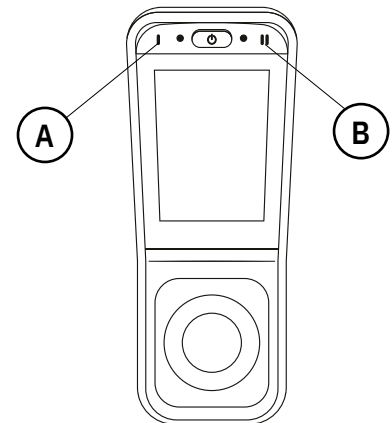

Abb. 5.11. Steuerung der Sitzfunktionen auf der LiNX REM400.
Drücken Sie die Taste I (A), um zwischen Fahr- und Sitzfunktionsmodus zu wechseln, siehe Abb. 5.11. Um die Sitzfunktion zu wählen, drücken Sie die Taste II (B), bis die gewünschte Auswahl auf dem Display erscheint. Durch seitliches Bewegen des Joysticks kann auch zwischen den Sitzfunktionen gewechselt werden.